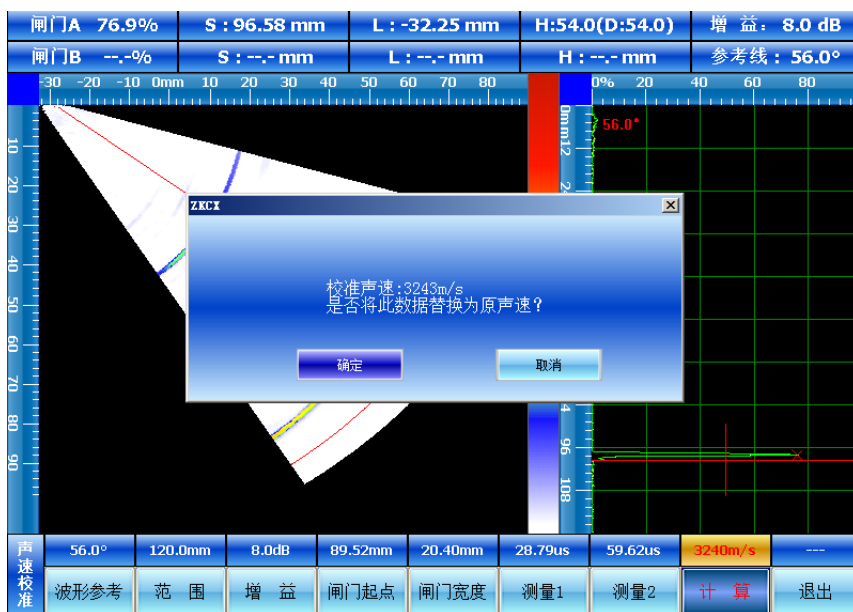

图 10.17
3. 点击“计算”键，仪器自动计算出声速，按确认键保存计算结果（如图 10.17）。